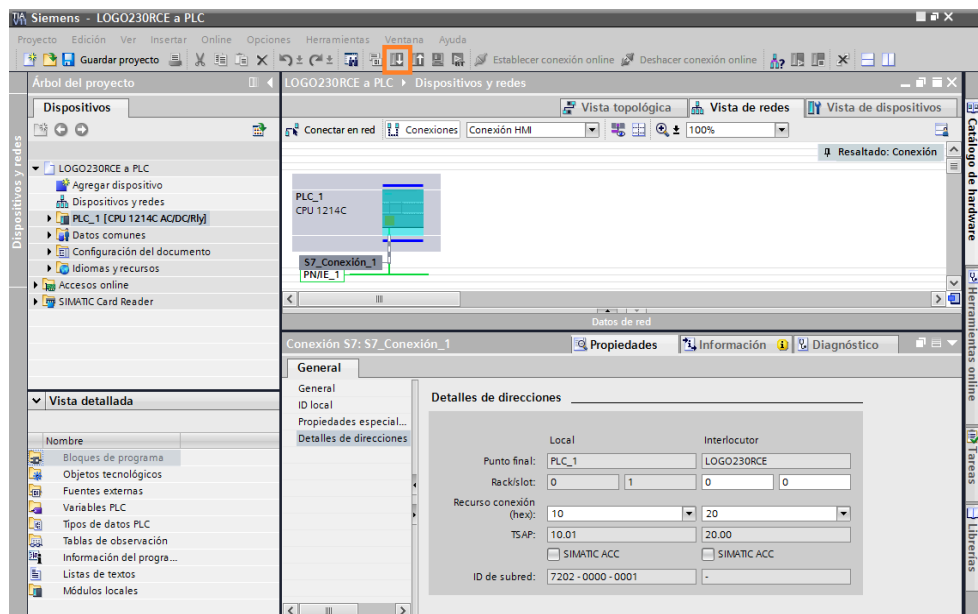

Figura 91: Cargar configuración.
10. A continuación cargar la configuración como indica en el cuadro naranja Figura 91.